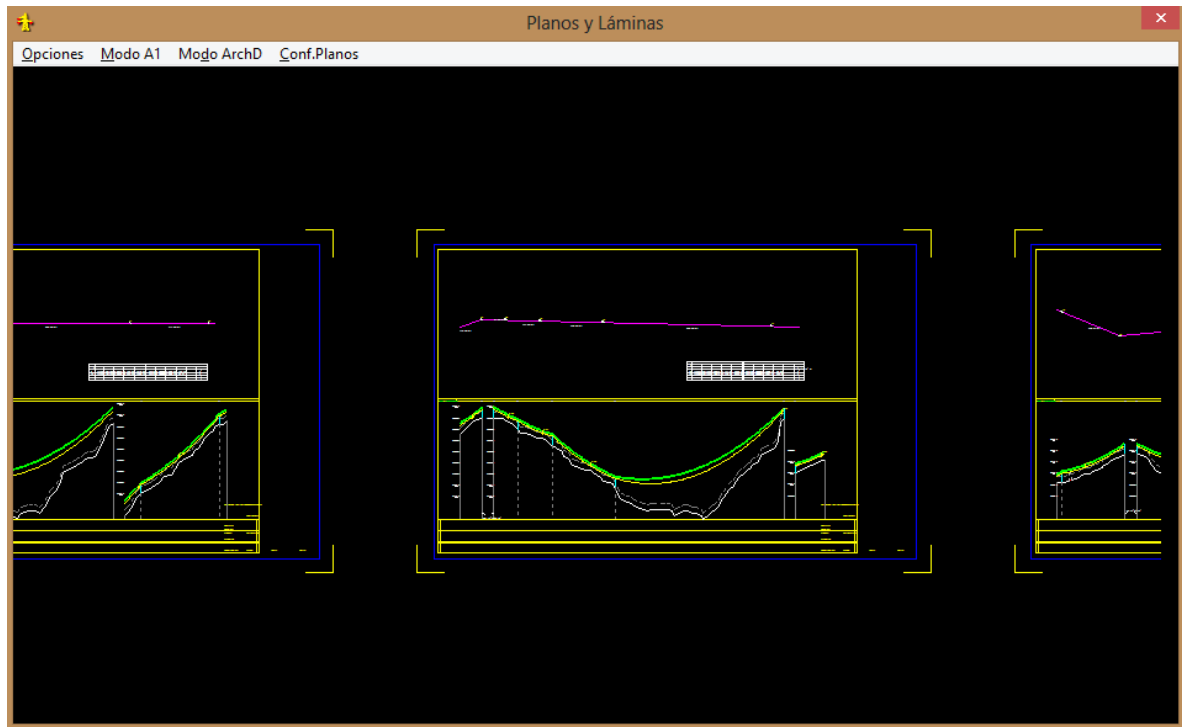

Fig. 14.3
3. Al seleccionar formato ArchD, mostrará los planos de perfil con una vista en planta correspondiente a cada tramo. (Ver Fig. 14.3).
4. Para ejecutar las opciones de Zoom, presionar el botón derecho del mouse y aparecerá el menú pop up tal como se muestra en la Fig. 14.3.